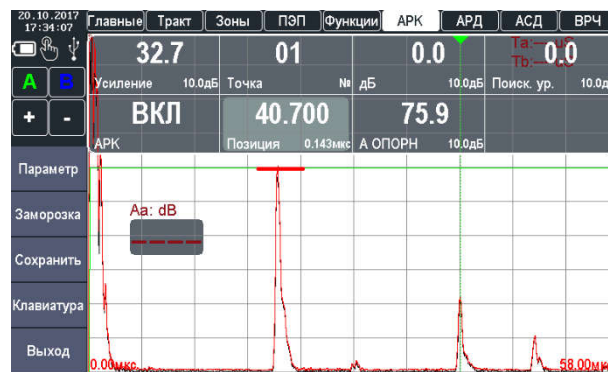

Рисунок 2.54 – Установка позиции второй опорной точки АРК
11. Выбрать значение точки 01 для второго отраженного сигнала и установить ее позицию («ПОЗИЦ.») на развертке по вершине импульса от второго отраженного сигнала (рис. 2.54).